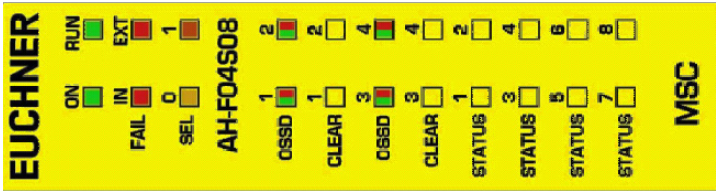

Fig. 30 :
8.3.15. Module AH-F04S08 (Fig. 30)